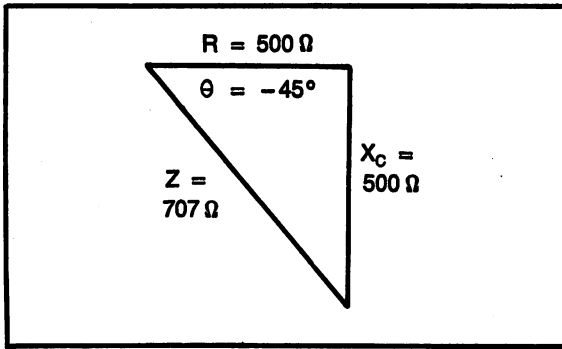

Fig. 14-7. Impedance triangle for Fig. 14-9.
Step 1. Impedance triangle, Fig. 14-7.